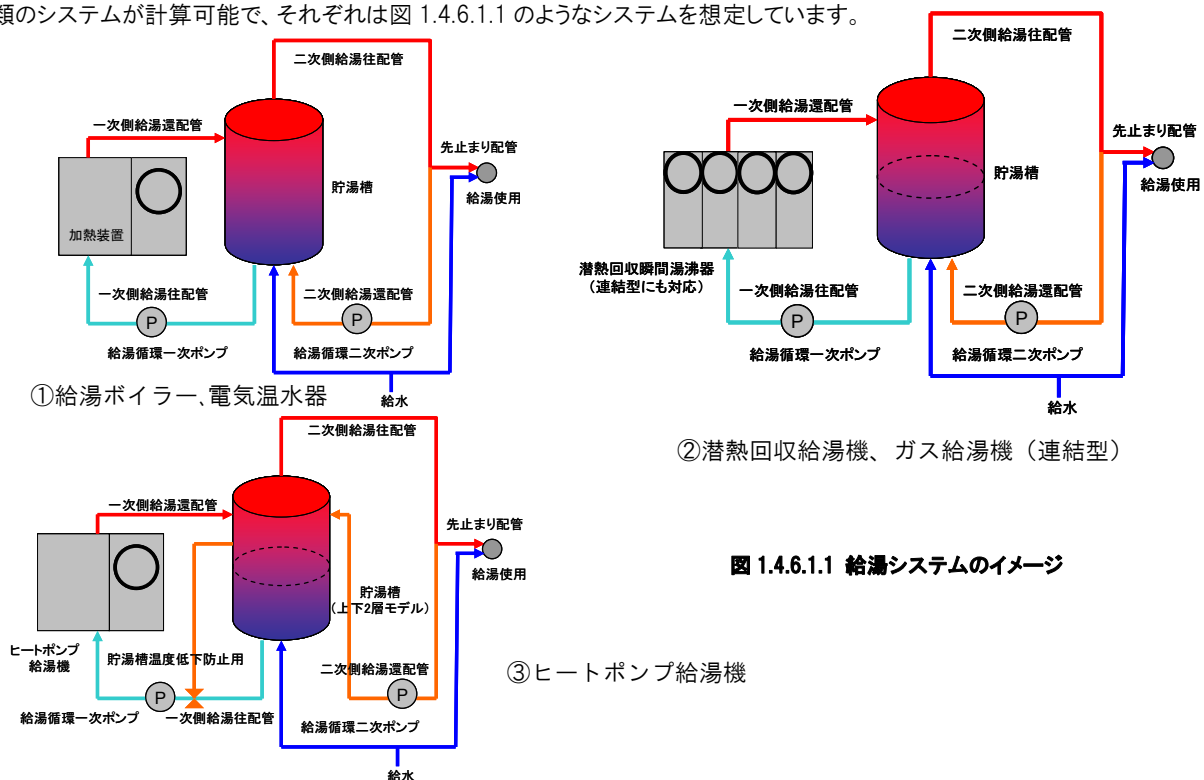

図 1.4.6.1.1 給湯システムのイメージ
- ① 給湯使用量は建物の給湯原単位[L/人・日もしくはL/m²・日]を入力します。給湯使用量は室面積[m²]×標準人員密度[人/m²]=人員[人]もしくは室面積[m²]に給湯原単位を掛け合わせて自動計算されます。ベース建物の給湯原単位を標準給湯原単位として表示しています。節湯器具を選択することで、標準給湯原単位に規定された比率を乗じた計画給湯原単位が入力されます。また事務室にいる人が会議室も利用する場合には、人員が重複するので、どちらかの室で給湯使用量計算をします。
- ② 給湯使用湯温は43℃として、循環配管中の給湯栓から出る給湯温度(循環配管による温度降下後)と給水温度によって、給湯負荷と給水負荷を分離して計算しています。給湯エネルギー消費量はこの給湯負荷が給湯配管系内を流れるものとして計算をしています。また負荷変動を考慮した時々刻々の計算を行うため、室用途別時刻別の給湯負荷パターンを設定しています。
- ③ 節湯器具により計画給湯合計として、給湯使用量の合計値が自動的に算出されます。
(2) 給湯機器の入力
- ① 給湯機器の入力で、一管式個別給湯方式か、二管式中央給湯方式を行追加により選択します。
- ② 追加された各行で、給湯機器を選択します。
- ③ 一管式では一つの室に複数の給湯機器を設定することが出来ます。
- ④ 選択出来る給湯機器は、一管式では「電気温水機」「電気瞬間式給湯機」「ガス貯湯式給湯機」「ガス瞬間式給湯機」「ヒートポンプ給湯機」「潜熱回収給湯機」、二管式では「給湯ボイラー」「電気温水器」「ヒートポンプ給湯機」「潜熱回収給湯機(連結型)」「ガス給湯機(連結型)」です。
- ⑤ 入力項目において、設計図書に記載の定格加熱能力と消費電力、燃料消費量を入力します。定格 COP(熱源機器効率)は参考値として表示されます。
(3) 給湯システムイメージ
二管式中央給湯方式では、①給湯ボイラー、電気温水器、②潜熱回収型給湯機、ガス給湯機(連結型)③ヒートポンプ式給湯機の3種類のシステムが計算可能で、それぞれは図 1.4.6.1.1 のようなシステムを想定しています。